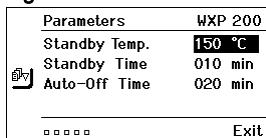

Fig. 13
3. Bekräfta alternativet med Enter (6). Indikeringen ändras till läge för val/inmatning (se fig. 13).
4. Välj inställning med klickhjulet (5).
5. Bekräfta inställningen med Enter (6). Inställningen sparas och parametermenyn visas.
6. Välj önskad menypunkt med klickhjulet (5) och ställ in önskat värde (se steg 3.-5.)